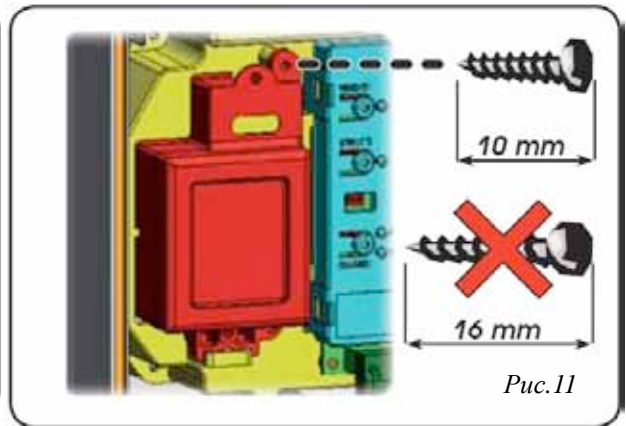

Рис.11
2. Вставьте батареи внутрь корпуса, который Вы только что подготовили и закрепите их саморезами (Рис.11)